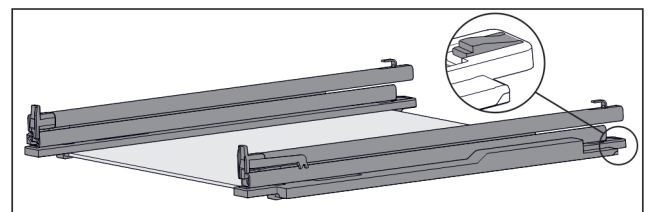

Fig. 126 Glasplatte mit Schienen und Halteteilen
- ▶ Halteteil hinten herunterdrücken (siehe Fig. 126) und gleichzeitig Schiene nach hinten schieben.